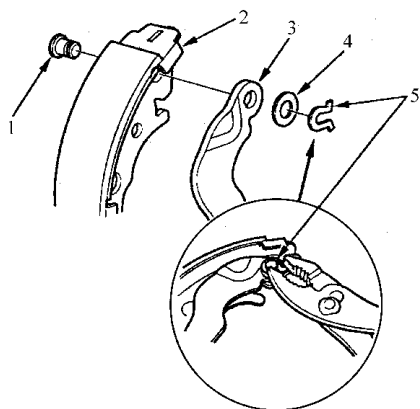

图 8-47 安装销轴 U 形夹
1) 如图 8-47 所示，将驻车制动杆安装到后轮制动蹄上，并利用转向主销、波形垫圈和一个新的 U 形夹，将其固定。U 形夹要夹紧，以免弹出。